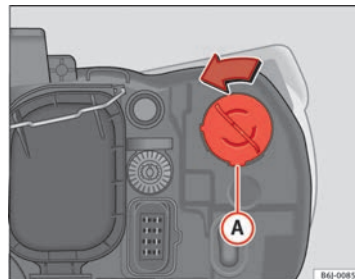

Fig. 167 Luz indicadora de mudança de direcção ►
- Rode o porta-lâmpadas ⇒ Fig. 167 A para a esquerda e puxe.